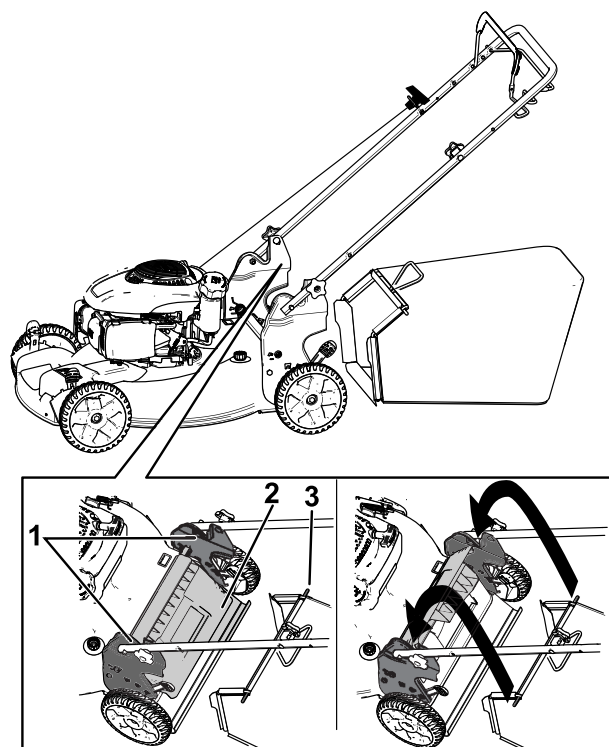

Figura 20
1. Levante y sujete la puerta trasera (Figura 20).
2. Instale la bolsa de recogida, asegurándose de que los pasadores de la bolsa descansan en las muescas del manillar (Figura 20).